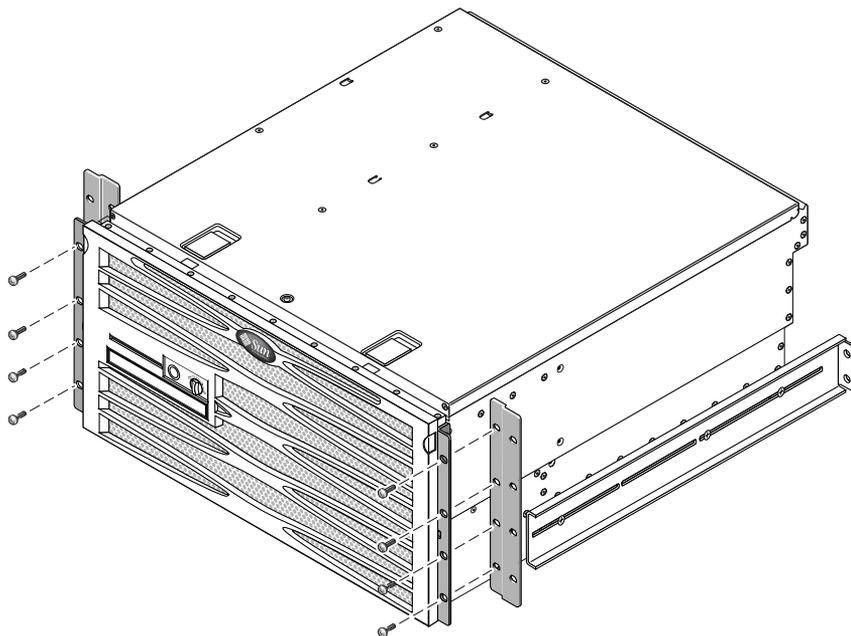

図 3-20 ハードマウント正面固定部品への 600 mm アジャスタ正面固定部品の取り付け
7. 付属の M5×8 mm プラスのなべ頭ねじを 8 本 (各アジャスタ固定部品に 4 本ずつ) 使用して、600 mm アジャスタ正面固定部品をハードマウント正面固定部品に取り付けます (図 3-20)。